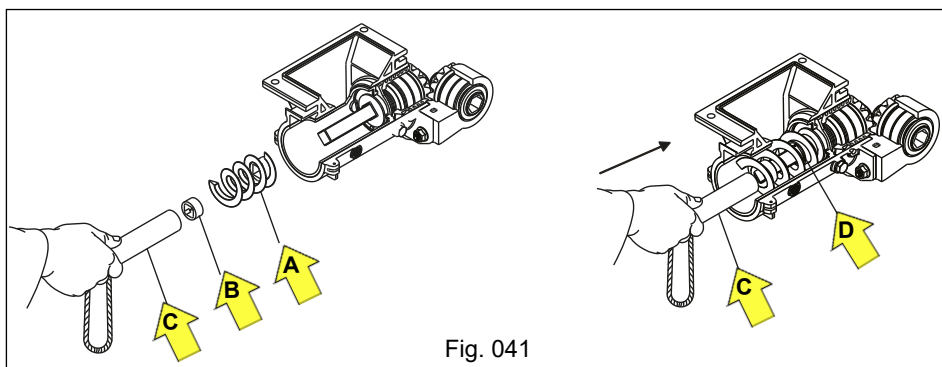

Fig. 041
c) Após a limpeza ou substituição, coloque a rosca sem fim "A", juntamente com o anel trava "B", através do tubo fixador "C", observando que a rosca sem fim e o anel trava fiquem bem posicionados na base do eixo acionador "D" (Fig. 041).